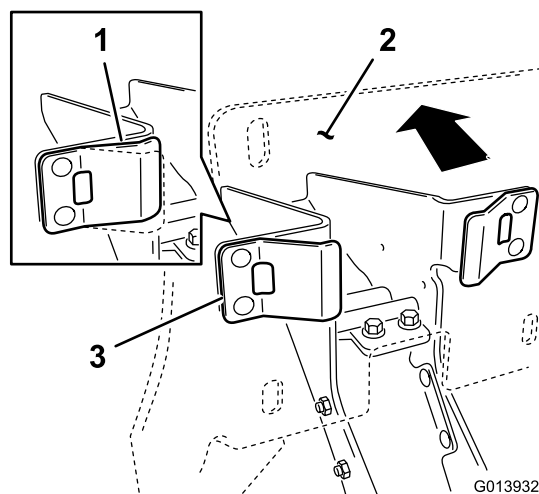

Рисунок 9
4. Убедившись, что пластмассовые упоры вошли в контакт с пружинными выступами, приложите достаточное усилие к узлу опорной пластины люльки, чтобы сжать пружинные выступы наполовину их хода (Рисунок 9).